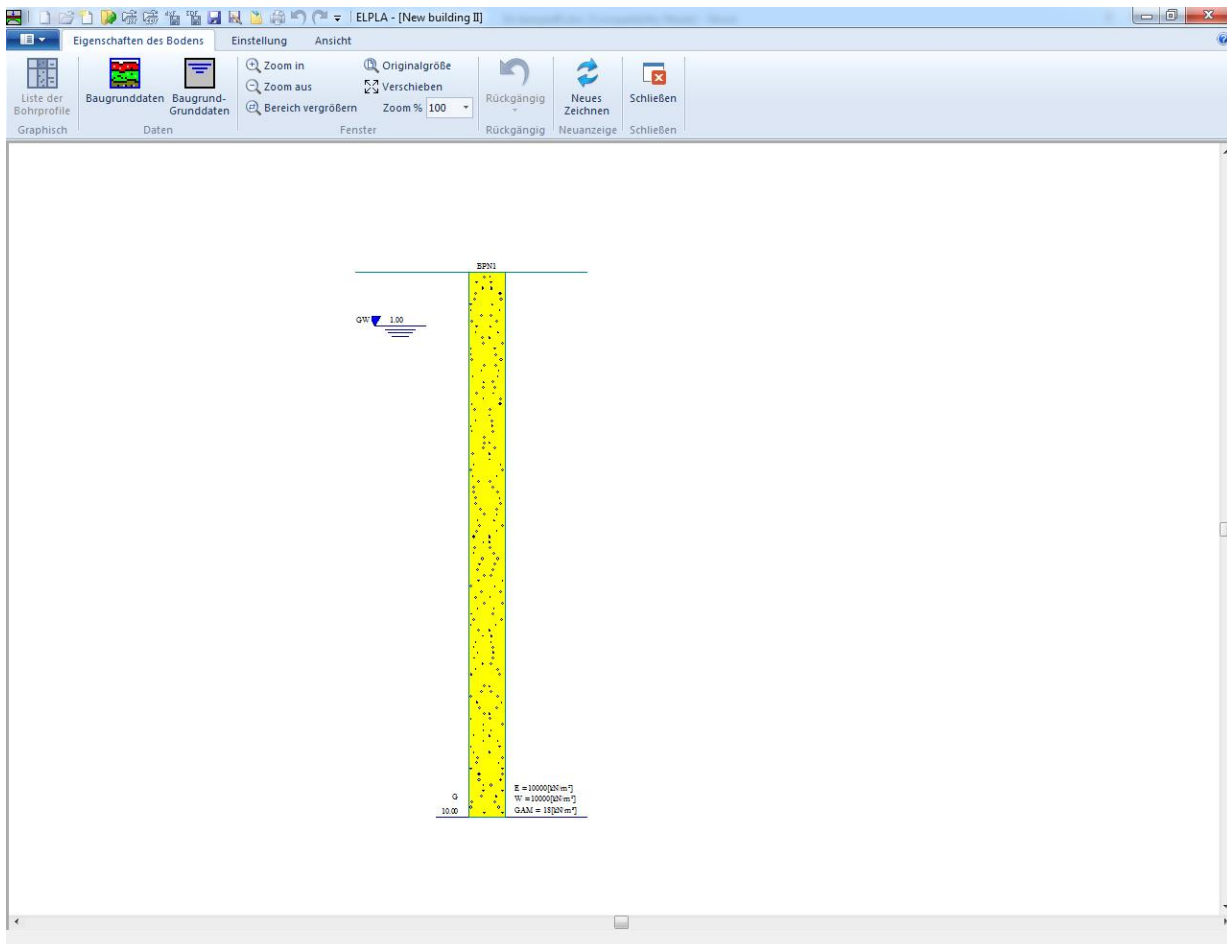
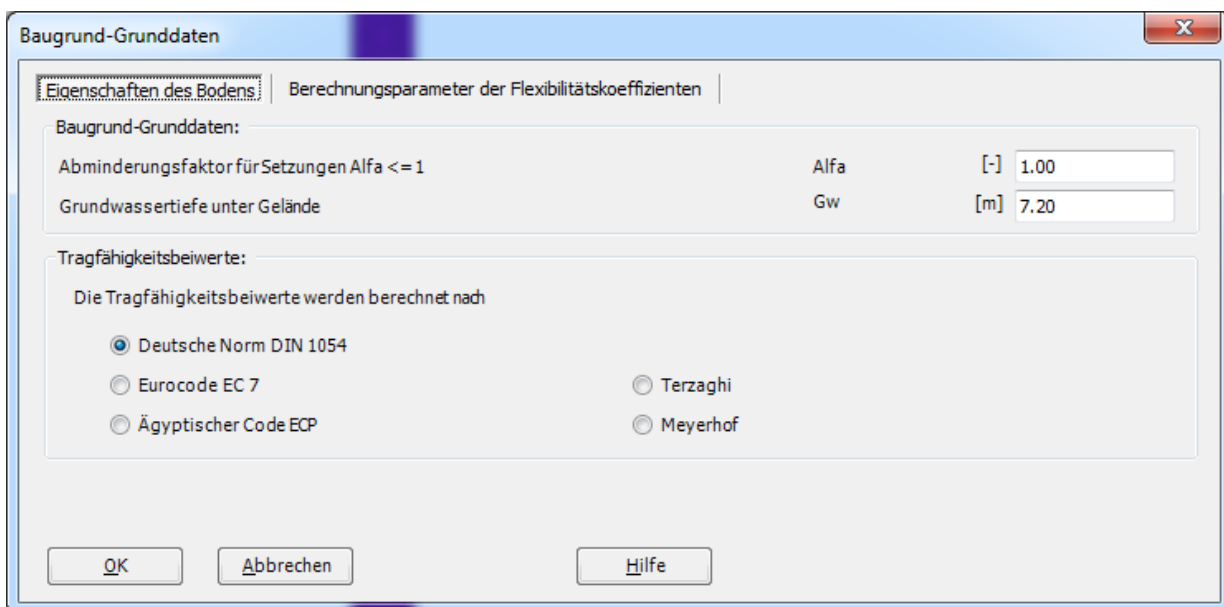

Bild 9.14 Standardbohrprofil
Bild 9.20 Dialogfeld "Baugrund-Grunddaten"
Das folgende Fenster im Bild 9.14 erscheint mit einem Standardbohrprofil
- Wählen Sie den Befehl "Baugrund-Grunddaten" aus dem "Daten"-Menü im Bild 9.14. Das folgende Dialogfeld im Bild 9.20 erscheint
- In diesem Dialogfeld geben Sie den Abminderungsfaktor für die Setzung  $\alpha$  [-] und die Grundwassertiefe unter Gelände  $G_w$  [m] ein, wie im Bild 9.20 gezeigt
- Klicken Sie auf "OK" im Dialogfeld "Baugrund-Grunddaten" (Bild 9.20)